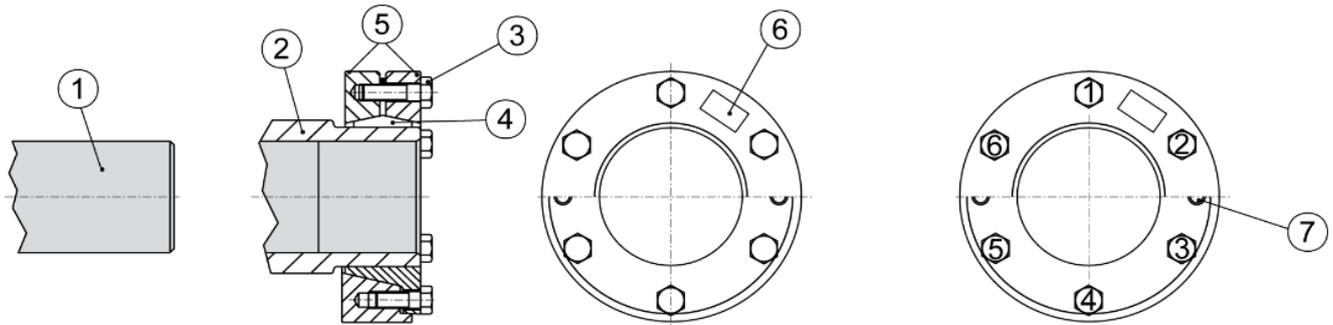

Figura 7 - Eje hueco con disco de contracción
#### Montaje: (figura 7 hasta 11)
- Apriete los tornillos de trabamiento (3) con un torquímetro, hasta el torque de apriete (6) indicado en el disco de contracción. Luego del apriete de los tornillos de trabamiento (3) deberá haber una holgura uniforme entre los anillos externos (5). Si no fuera el caso, el disco de contracción tendrá que ser remontado. Alinee los anillos externos del disco, ver figura 7.